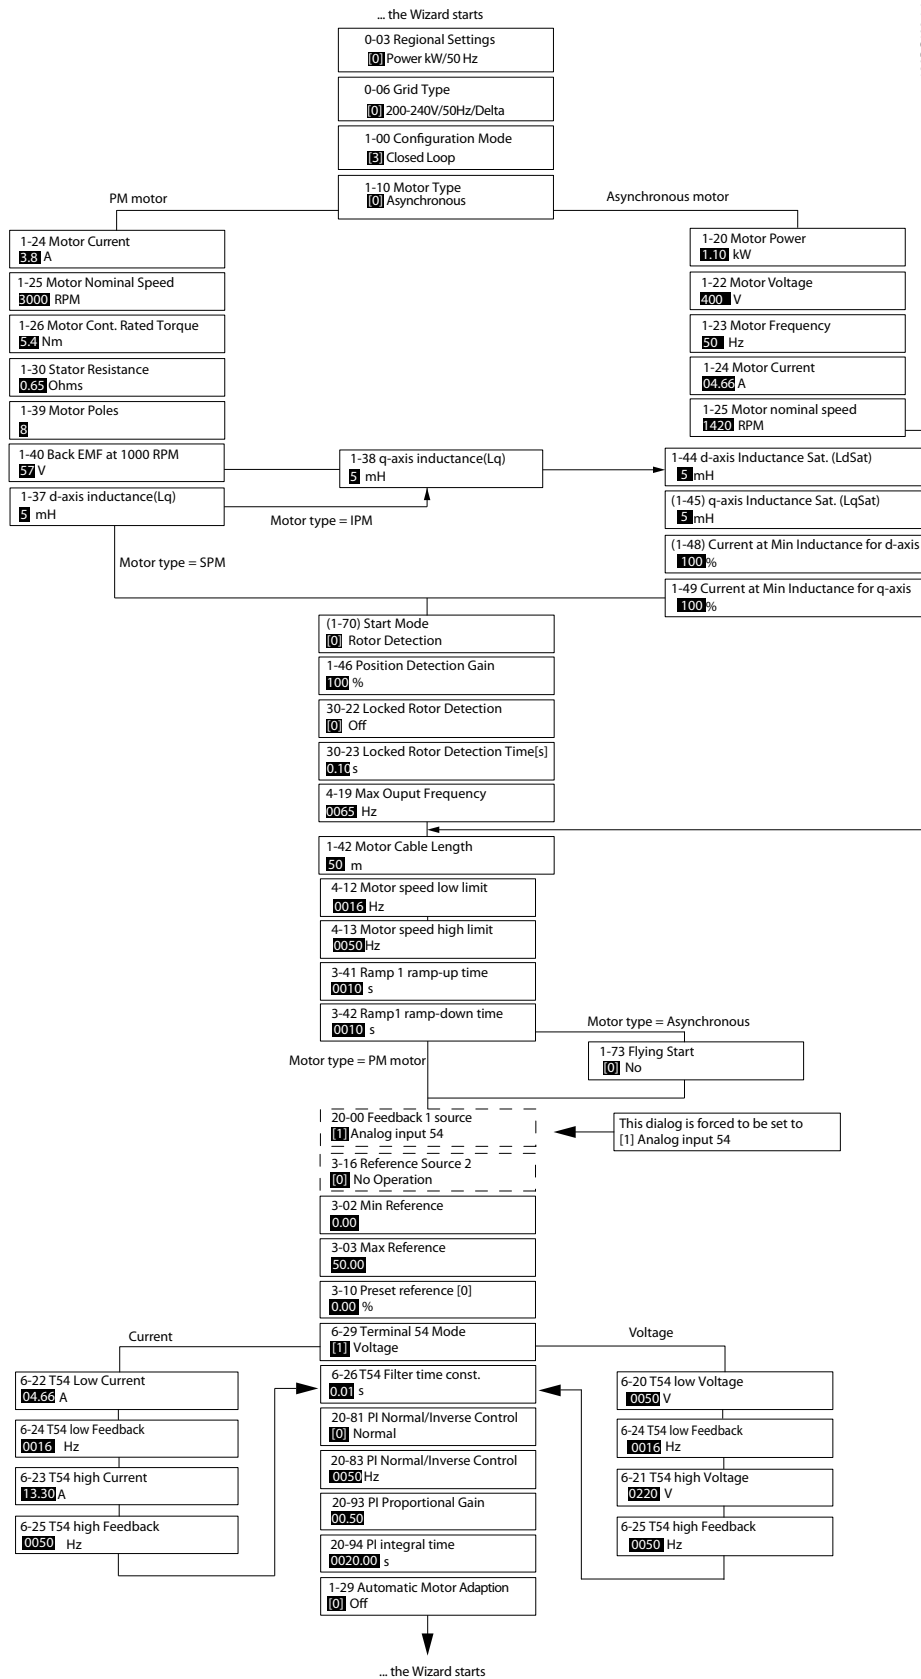

Рисунок 2.5 Мастер настройки параметров применений с замкнутым контуром
- Мастер настройки параметров применений с замкнутым контуром. Для получения дополнительной информации см. Рисунок 2.5.